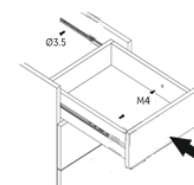

Рис.5
15. **Установка ящика в тумбу.** Вытянув подвижную часть направляющей, вставить ее в пазы на боковых стенках ящика и зафиксировать с помощью винта 4х12 через просверленное отверстие (Рис.5). Задвинуть собранный ящик и проверьте его ход (выдвиньте/задвиньте). Он должен ходить плавно. **Помните, что данная направляющая – неполного выдвижения, не пытайтесь открыть ящик на всю глубину!**